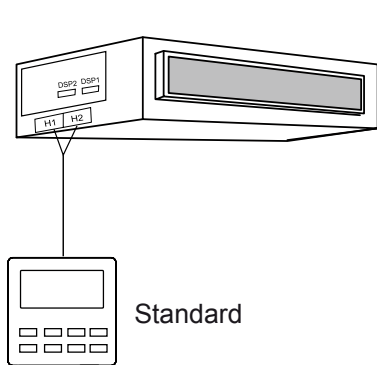

Fig 5.4.1
- 1) La fig 5.4.1 montre l'installation de la commande filaire.